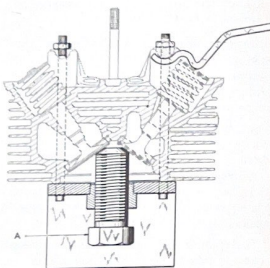

Fig. 1.5.—Util 3001-T para sostener las válvulas en la culata durante las operaciones de desarmado y rearmado.
b) Extraer las juntas (10), las copelas (9), los muelles (8) y las arandelas (7) de apoyo de los tubos protectores de las varillas de los balancines.
c) Colocar la culata sobre el soporte 3001-T (fig. 1.5), y el conjunto sujetarlo en un tornillo de banco. Llevar el extremo del tornillo (A) en contacto con las válvulas, atornillándolo a mano.
d) Poner en su sitio los ejes de balancines, y aplicar el compresor de muelles de válvulas 1613-T (fig. 1.5) para retirar las cazoletas de los muelles. Retirar las chavetas de válvula con ayuda de un alambre, la cazoleta, los resortes y la copela de centrado.